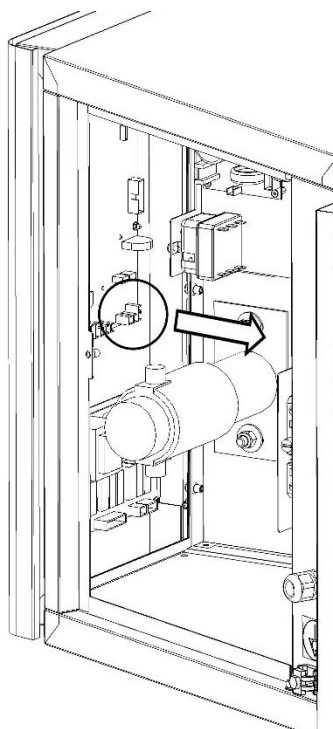

Fig.14A
- 4.Desconectar las conexiones eléctricas a la placa base (Fig.14A).